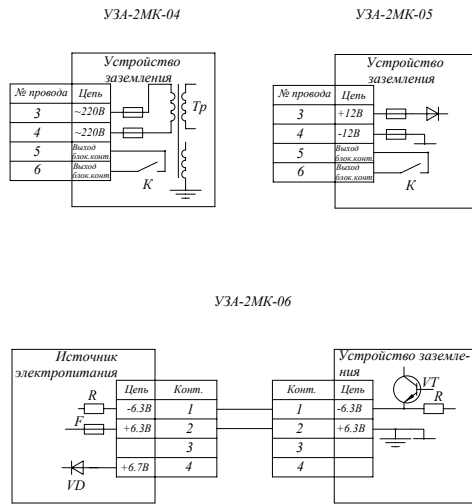

Рис. 2
- 7.4 Схема электрического подсоединения УЗА показана на рис. 2.